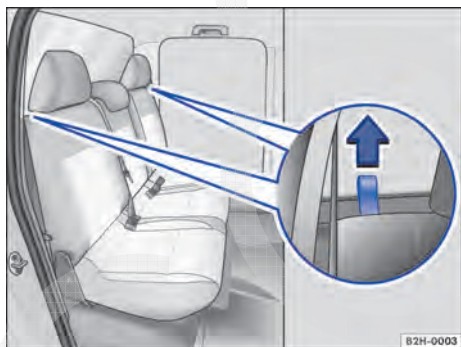

Fig. 42 Banco traseiro: alça para destravar o encosto do banco.
- Puxar as alças → Fig. 42 em ambos os lados do encosto do banco na direção da seta e, ao mesmo tempo, rebater o encosto para frente.